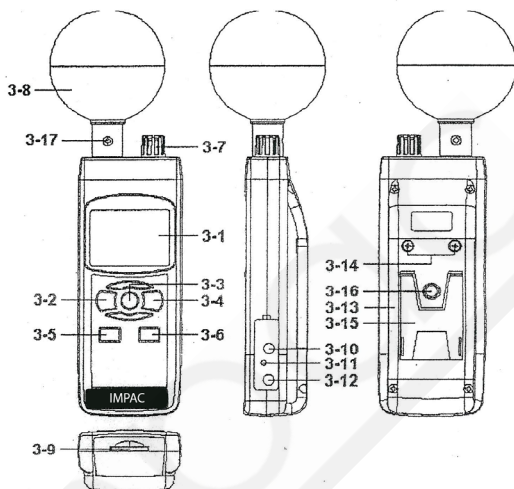

Fig. 1
- 1) Ligue o medidor pressionando o "Tecla LIGA/DESLIGA" (3-2, Fig. 1) uma vez.
* Pressionando o "Tecla LIGA/DESLIGA" (3-2, Fig. 1) e mantenha-o pressionado e >2 segundos novamente desligará o medidor.
- 2) O medidor também poderá selecionar seis (6) tipos de função:
Pressionando-se o "Tecla Liga/Desliga" (3-3, Fig. 1) e mantenha-o pressionado (não solte a tecla), a Tela exibirá o seguinte texto na sequência:
Até que a tela exiba a modalidade desejada (Função), libere a tecla "Function" (3-3, Fig. 1), que o medidor executará esta função com default.
- 1) Ligue o equipamento pressionando a tecla "Liga/Desliga" (3-2, Fig. 1).
* Após ligar o aparelho, pressionando-se a tecla "Liga/Desliga (3-2, Fig. 1) > 2 segundos irá desliga-lo.
* Durante a medição do IBUTG, pressionando-se a tecla "In/Outdoor" (3-4, Fig. 1) e mantendo-a pressionada será selecionada a função "Indoor WBGT" ["IBUTG Interno"] ou "Outdoor WBGT" ["IBUTG Externo"].
- 1) Ligue o instrumento pressionando a tecla "Power" (3-2, Fig. 1).
- 1) Ligue o equipamento pressionando a tecla "Power" (3-2, Fig. 1).
1. Ligue o equipamento pressionando a tecla "Power" (3-2, Fig. 1).
3. Localize o sensor de umidade e o sensor do ar em 3-7, Fig. 1.
- 3) O sensor de Temperatura do Globo Negro está localizado no centro do globo negro em 3-8, Fig. 1.
Durante a medição, pressionando-se a tecla "Hold" (3-3, Fig.1) uma vez reterá o valor da medição e a Tela exibirá o símbolo "Hold".
- 1) A função Registro de Dados registra as leituras máxima e mínima. Pressione a tecla "REC"(3-4, Fig.1) uma vez para iniciar a função "Data Record" [Registro de Dados] e será exibida na Tela o símbolo "REC" e o valor máximo.
- a. Pressione a tecla "REC" (3-4, Fig.1) uma vez e serão exibidos na Tela o símbolo "REC MAX" e o valor máximo.
Caso queira excluir o valor máximo, pressione uma vez a tecla "Hold" (3-3, Fig. 1) que a Tela exibirá somente o símbolo "REC" e continuará a executar a função memória.
- b. Pressione a tecla "REC" (3-4, Fig.1) novamente e serão exibidos na Tela o símbolo "REC MIN" e o valor mínimo.
Caso queira excluir o valor mínimo, pressione uma vez a tecla "Hold" (3-3, Fig. 1) que a Tela exibirá somente o símbolo "REC" e continuará a executar a função memória.
Depois de LIGADO [ON] o aparelho, a Luz de Fundo de Tela – "LCD Backlight" se acenderá automaticamente. Durante a medição, pressionando-se a tecla "Backlight" (3-2, Fig.1) uma vez desligará a Luz de Fundo de Tela.
Prepare um "cartão de memória SD" (1 GB a 16 GB, opcional), insira o cartão na "porta do cartão SD" (3-9, Fig. 1).
Pressione a tecla "REC" (3-4, Fig. 1) uma vez. A tela exibirá o texto "REC". Pressione, então a tecla "Logger" (3-6, Fig. 1) e o "REC" começará a piscar. Ao mesmo tempo, os dados da medição e os da hora serão armazenados no circuito de memória.